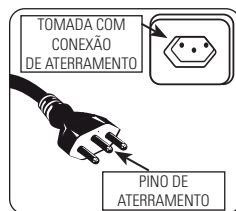

FIGURA 8.20
A Figura 8.20 mostra a conexão (plugue). Para o modelo 2950W, a rede de alimentação deve possuir o condutor terra. Para sua segurança contra choques elétricos, somente utilize sua hidrolavadora em instalações com disjuntor diferencial residual (DR) de 30 mA. Se necessário contrate um electricista de sua confiança e solicite a instalação deste componente de segurança.